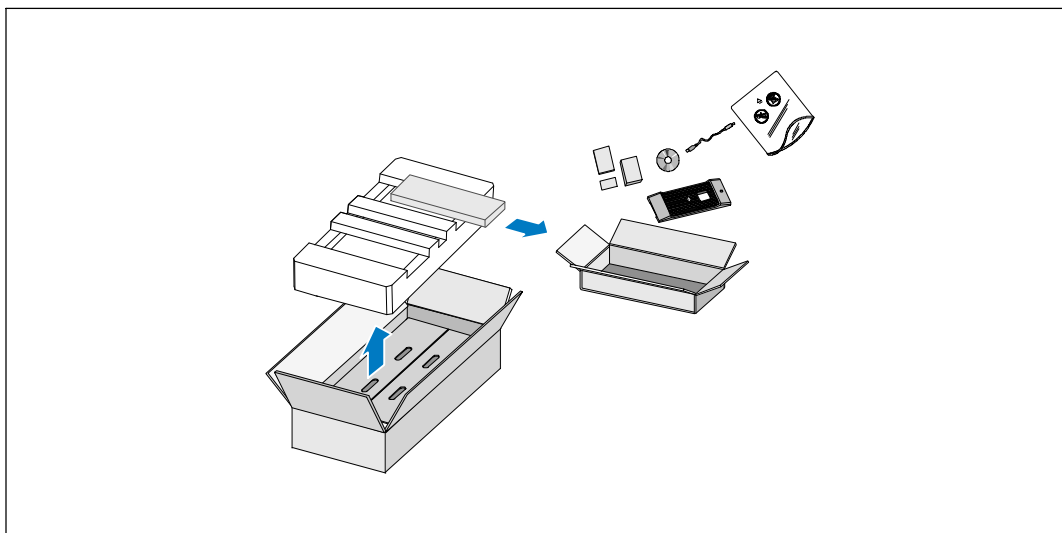

Figure 2. Déballage du Module
- 1 Ouvrez le carton extérieur et retirez les accessoires emballés avec le module (voir Figure 2).